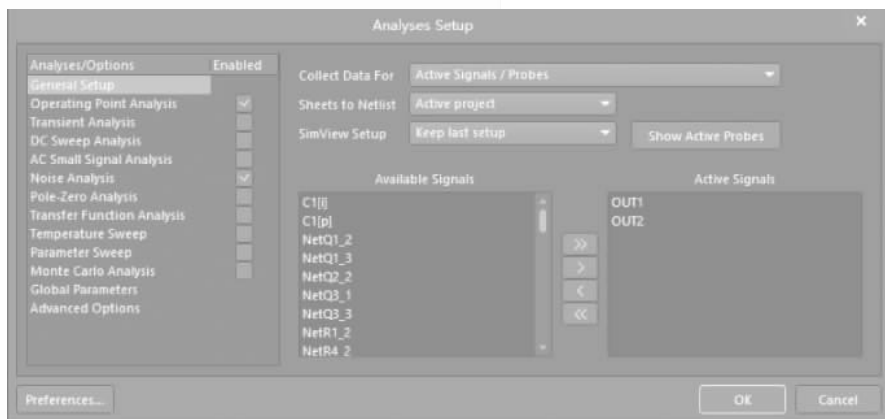

图 3-68 设置仿真参数界面 1
(1) 在 AD 主界面主菜单下选择 Design→Simulate→Mixed Sim。
(2) 打开如图 3-68 所示的 Analyses Setup(分析设置)界面,按下面参数设置:
① 选中 Operating Point Analysis 和 Noise Analysis 选项,执行直流工作点和噪声分析功能。